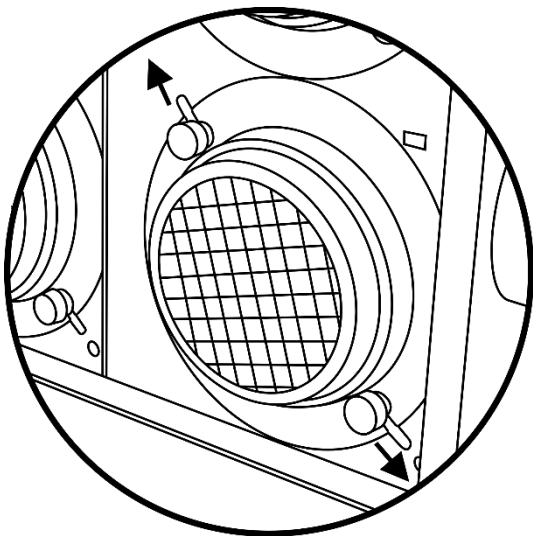

Fig. 03
- 01) Svitare le 2 viti di fissaggio sulla parte anteriore dell'alloggiamento della lampada (Fig. 03).